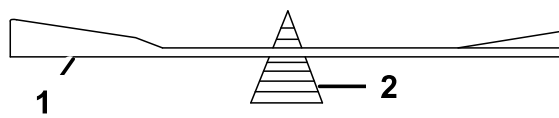

図 72
2. ブレード balancer を使ってバランスを調べる 図 72。